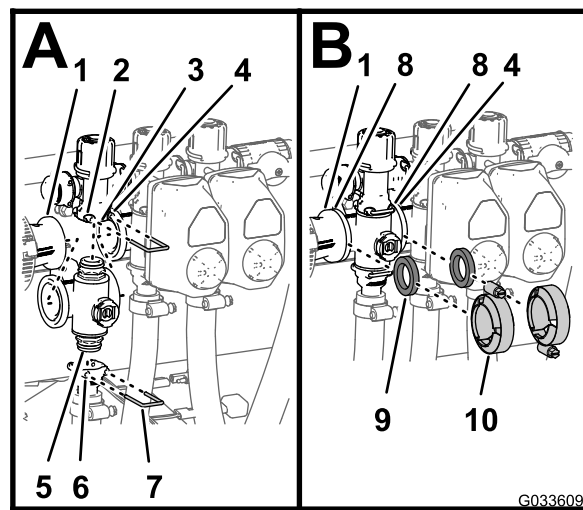

Figura 131
1. Inserite il raccordo del tappo terminale superiore della valvola del collettore nel raccordo di bypass (Figura 131 A).
2. Fissate il raccordo del tappo terminale al raccordo di bypass inserendo un fermo nella presa del raccordo di bypass (Figura 131 A).
3. Montate il raccordo di uscita sul raccordo del tappo terminale inferiore della valvola del collettore (Figura 131 A).